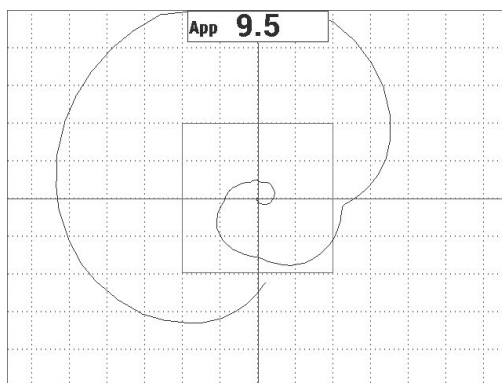

図 6-20 スキャンの全画面表示
5. 全画面次へキー (→) を押して全画面を表示し、もう一度スキャンします (146 ページの図 6-20 参照)。